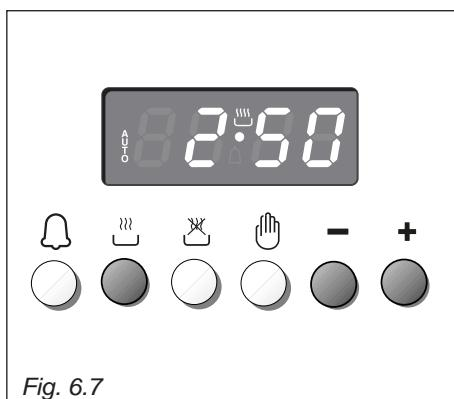

Fig. 6.7
1. Déterminer le temps de durée de la cuisson en pressant le poussoir et le poussoir pour avancer, ou le poussoir pour revenir si le temps désiré a été dépassé (fig. 6.7).